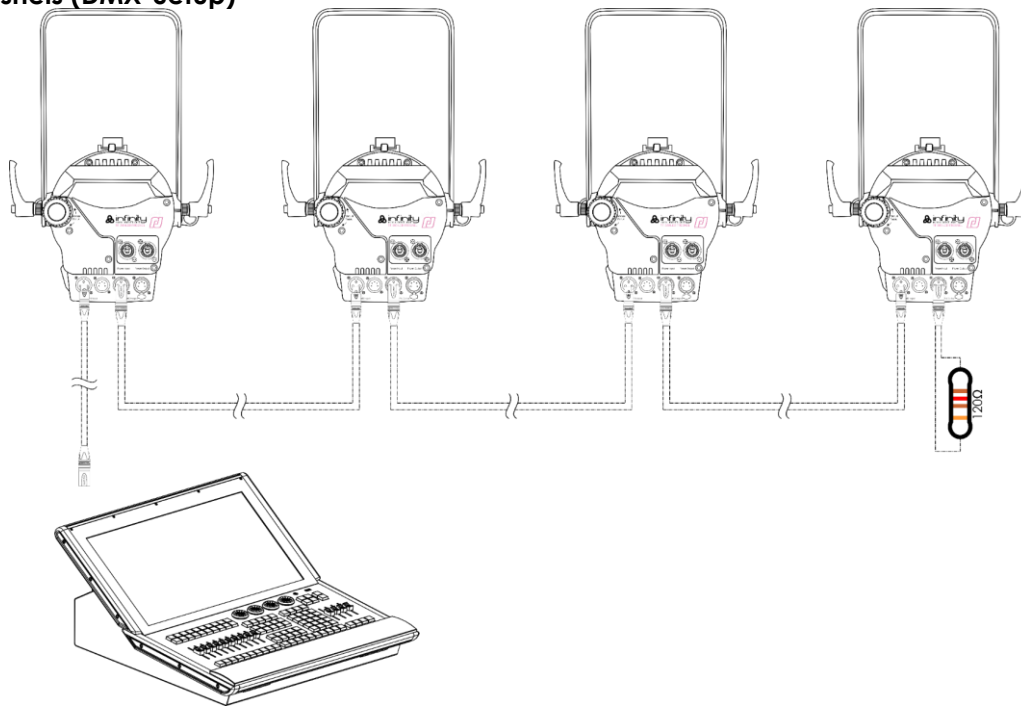

Abb. 06
- 05) Verbinden Sie die Geräte wie in Abb. 06 abgebildet. Verwenden Sie ein DMX-Datenkabel, um den Ausgang (OUT) des ersten Geräts mit dem Eingang (IN) des zweiten Geräts zu verbinden. Wiederholen Sie diesen Vorgang, um das zweite, dritte und vierte Gerät ebenfalls zu verbinden.